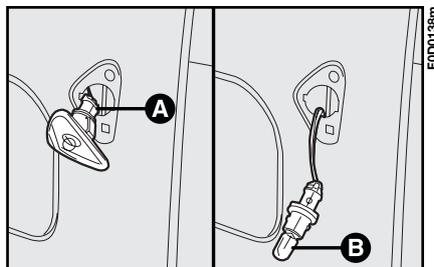

fig. 19
- 2) extraire le porte-lampe **A-fig. 19** en le faisant tourner légèrement et remplacer la lampe **B**.